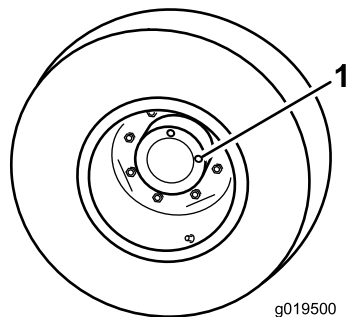

図 104
1. 水平な床面で、点検プラグの1つが時計の 12 時を指し、もうひとつが 3 時を指すようにマシンを駐車する 図 104。
2. 3時の位置にあるプラグを外す 図 104。